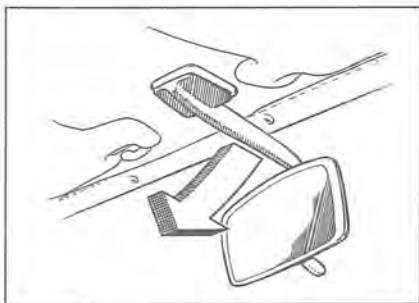
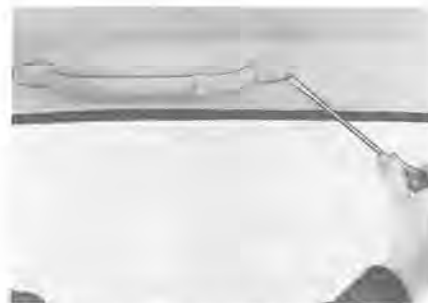

Fig. 1 Demontering av backspegel
Fig. 3 Lossning av prydnadskåpa
Den invändiga backspegeln demonteras genom att man fattar ett stadigt grepp om fästet som fig. 1 visar och drar spegeln nedåt i pilens riktning. Montera backspegeln genom att trycka dit den för hand.
1. Demontera innerbelysningen, solskyddet, backspegeln (fig. 1) och urstegshandtaget (fig. 3).